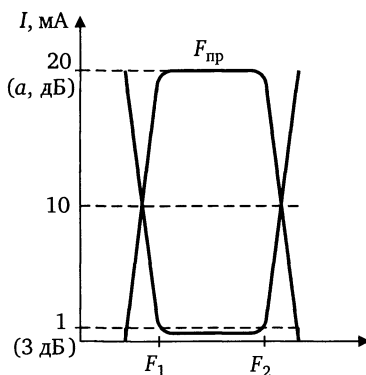

Рис. 3.5
**Нахождение полосы пропускания.** Определить полосу пропускания приемника (рис. 3.5) можно следующим образом. Подать на вход приемника сигнал частотой приема на уровне чувствительности приемника. Затем увеличить входной сигнал